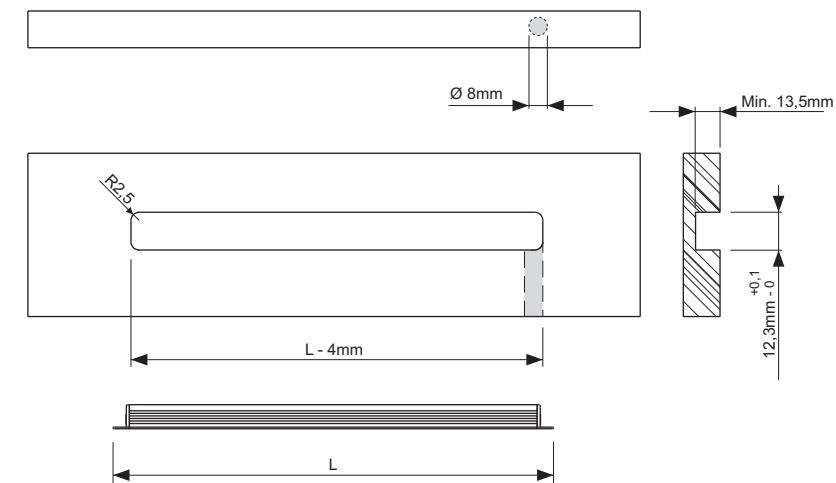
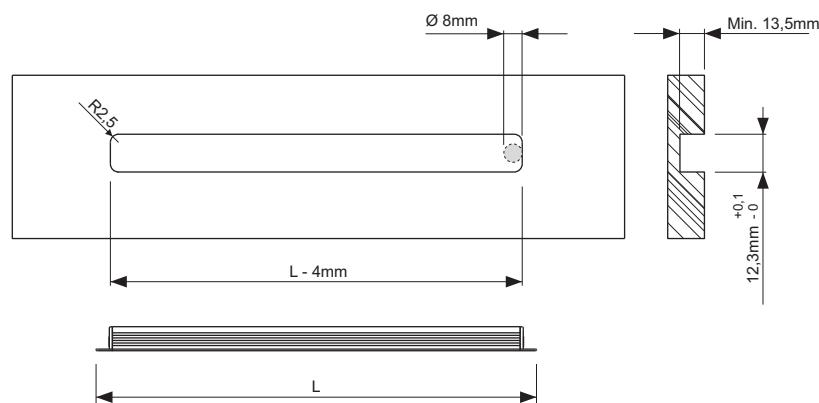

Fig.1
Fig.2
- **MISS** kann mit dem Anschlusskabel in axialer (Abb. 1) oder radialer (Abb. 2) Position zur Montagefläche installiert werden. Für Installationen mit Anschlusskabel in axialer Position eine Bohrung mit $\phi \geq 8$ mm ausführen, wie im Beispiel in Abbildung 1 dargestellt. Für Installationen mit Anschlusskabel in radialer Position eine Bohrung auf der Montagefläche mit $\phi \geq 8$ mm ausführen, wie im Beispiel in Abbildung 2 dargestellt. Je nach den spezifischen Anforderungen kann eine Bohrung für den Austritt des Anschlusskabels in anderen Positionen ausgeführt werden, sofern diese nicht die Funktionstüchtigkeit des Kabels und/oder des installierten Steckverbinder beeinträchtigen.
- Für die Installation von **MISS IR** die Durchgangsbohrung unter Einhaltung der in Abb. 1 angegebenen Maße ausführen.